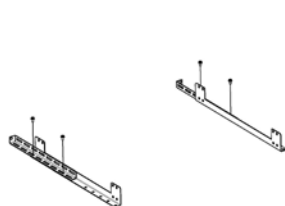

Fig. 30 - Montar o reforço + extensão
- Fixar o reforço das pernas com a extensão através dos parafusos (ver **Fig. 30**).